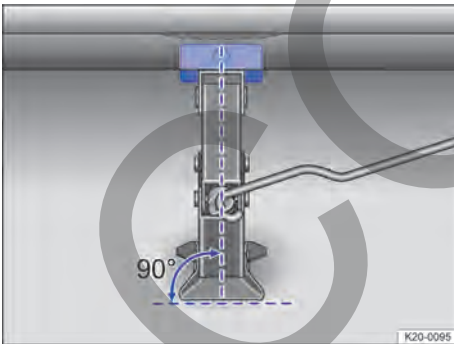
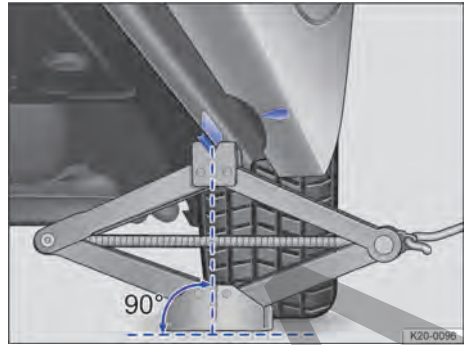

Fig. 198 Gato colocado en el lado izquierdo del vehículo, en la zona trasera.
Fig. 199 Gato colocado en el lado izquierdo del vehículo, en la zona trasera.
11. Asegúrese de que toda la base del gato descansa firmemente sobre el suelo y de que se encuentra en vertical exactamente debajo del punto de apoyo → fig. 198 y → fig. 199.
12. Centre el gato y siga subiéndolo con la manivela hasta que la garra sujete el refuerzo de debajo del vehículo → fig. 199.
- Coloque el gato solamente en los puntos descritos. La garra del gato deberá sujetar bien el refuerzo del larguero inferior → fig. 199.